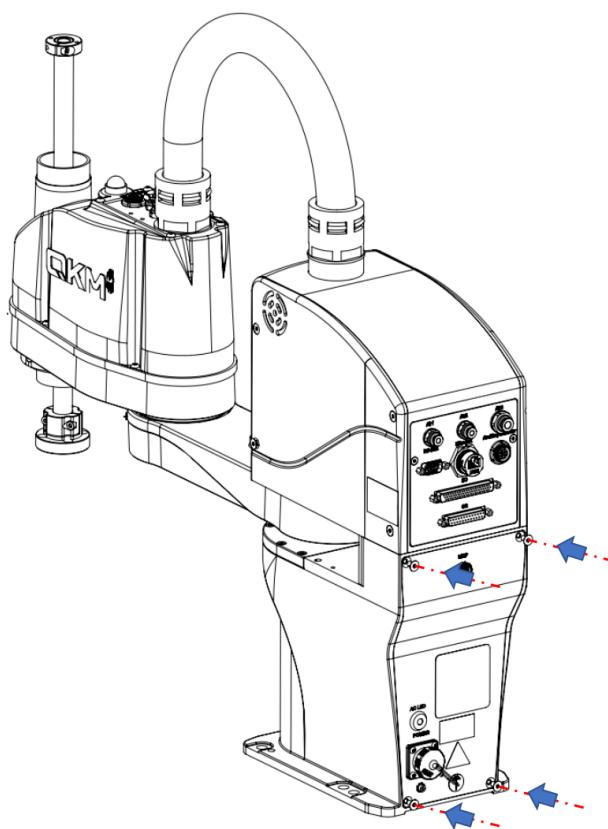

图 4-15 基座接口面板安装示意图
**步骤3** 将基座接口面板对准机器人本体上的螺钉孔位，再使用 3 号扳手将机器人基座接口面板的螺钉进行锁紧（扭矩 1.5N·m），如图 4-15 所示。